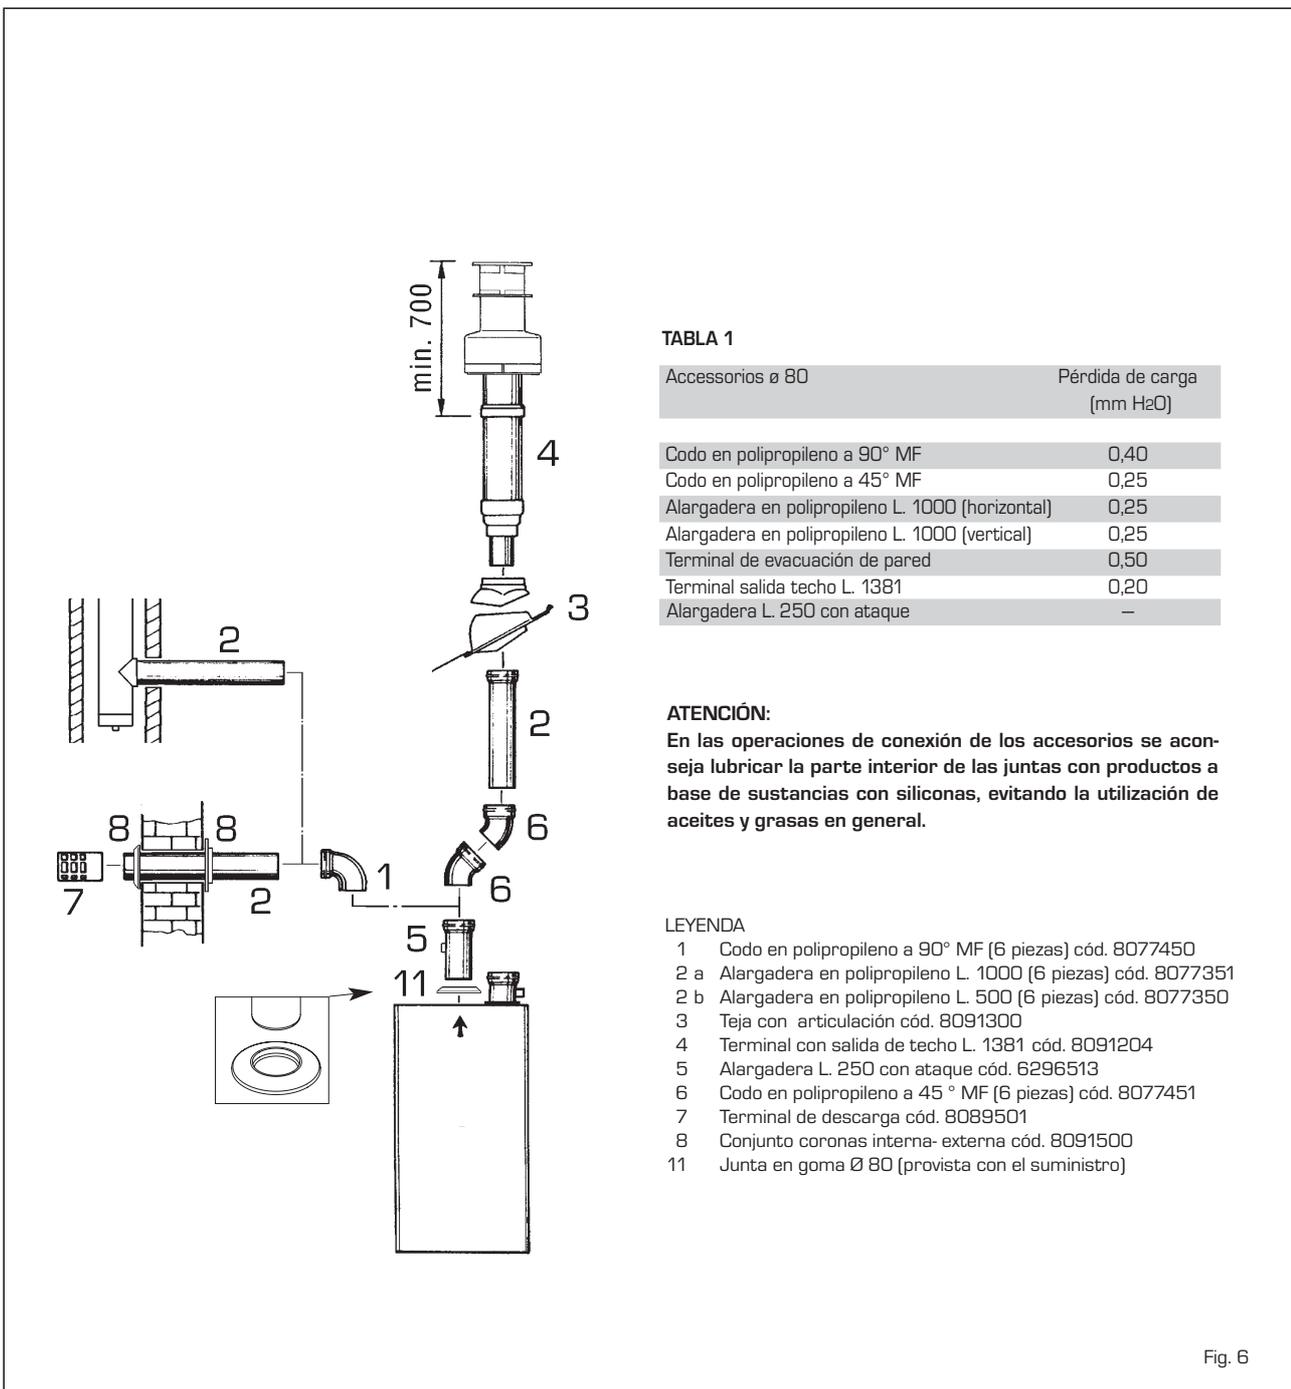

Fig. 6
2.4 DESCARGA FORZADA TIPO B23P-B53P (fig. 6)
Para la realización de esta configuración de descarga consulte la fig. 6. Con la caldera se entrega una junta de goma de $\varnothing 80$ que se debe usar como se muestra en la figura.
Para las pérdidas de carga de los accesorios consultar la **Tabla 2** y para el cálculo de las pérdidas de carga ver el ejemplo de la fig. 6/a.
Los esquemas de la fig. 6/b ilustran algunos ejemplos de los diferentes tipos de modalidad de evacuación admitidos.